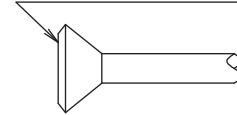

Abb. 13
- Beschichten Sie beim Anschließen der Bördelmutter den zu bördelnden Bereich (sowohl innen als auch außen) mit Esther- oder Etheröl, drehen Sie die Mutter zunächst drei- oder viermal herum, und schrauben Sie diese dann ein. **(Siehe Abb. 13)**